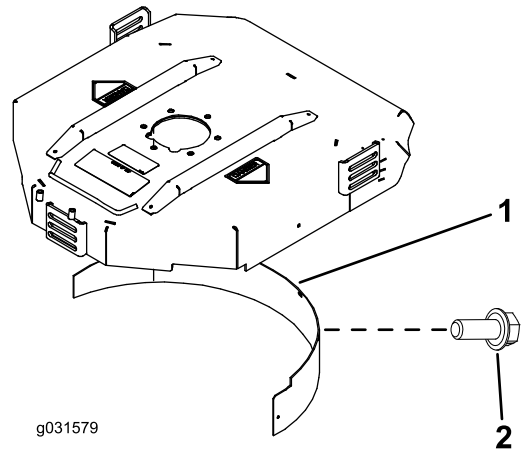

图 9
2. 将碎草隔板装入后开口内并使用 5 个凸缘头螺栓进行固定图 9。